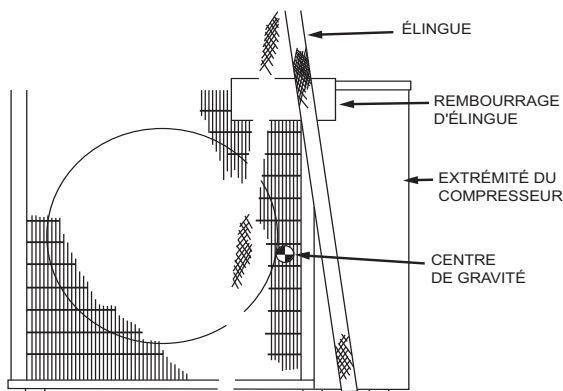

Fig. 16 - Dispositif de levage avec élingue
1. Positionnez l'appareil. Maintenez l'appareil en position verticale et levez-le à l'aide d'une élingue. Utilisez un morceau de carton ou un rembourrage sous l'élingue, ainsi que des barres d'écartement pour éviter que l'élingue n'endommage l'appareil. Consultez la fig. 16. Consultez la fig. 2 pour obtenir des références sur le centre de gravité.